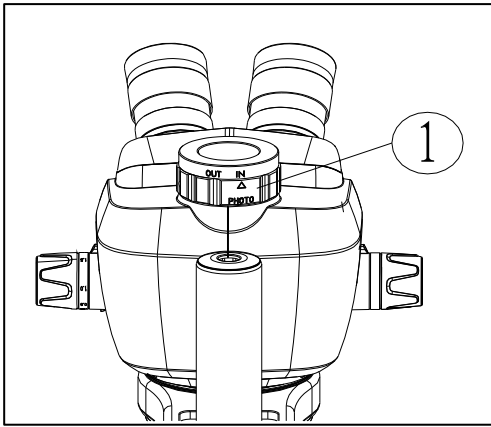

图 11
7) 选择光路（三目镜体）（图 11）
1. 在通过双目光路进行观察时，请将光路切换旋钮①转到 IN 位置。（图 11）
2. 使用摄像机光路时，请将光路切换旋钮①旋转到 OUT 位置（图 11）